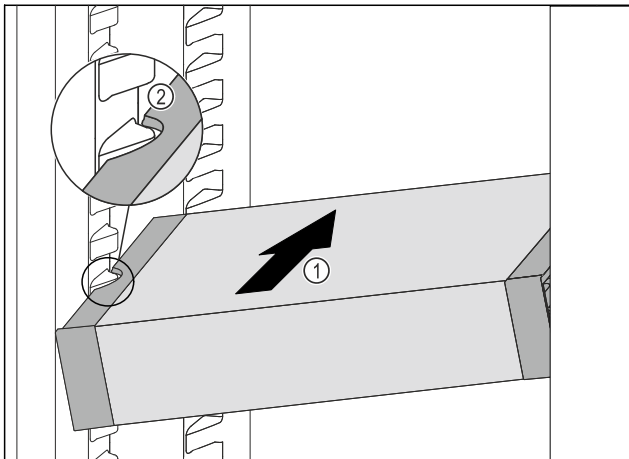

Fig. 63
- ▶ Вдвигайте VarioSafe под наклоном в холодильное отделение Fig. 63 (1), пока боковые выемки Fig. 63 (2) VarioSafe не окажутся на высоте выступа резервуара в холодильном отделении.